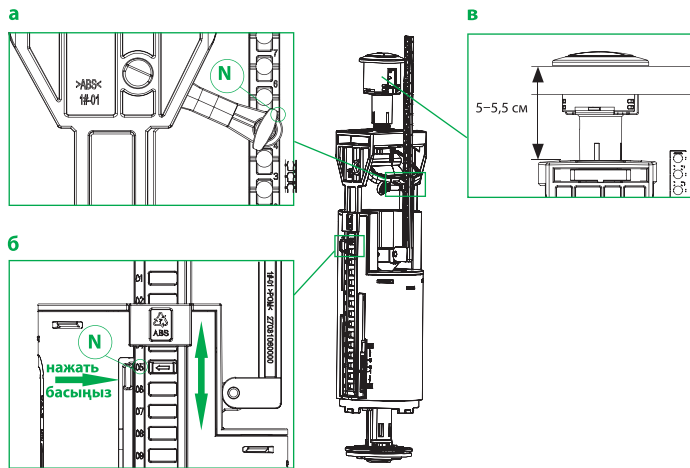

Рис. 11 / 11-сур.
5. Отрегулируйте высоту коромысла (рис. 11б). Необходимо учесть, что верхняя часть платформы коромысла должна располагаться на 5–5,5 см ниже верхней кромки отверстия в крышке бачка (рис. 11в).
6. Отрегулируйте положение тяги (рис. 11а). Обратите внимание, что количество отверстий на тяге должно соответствовать цифре на коромысле (рис. 11б). Значение N смотрите в таблице «Настройка арматуры для моделей унитазов-компактов IDDIS®».